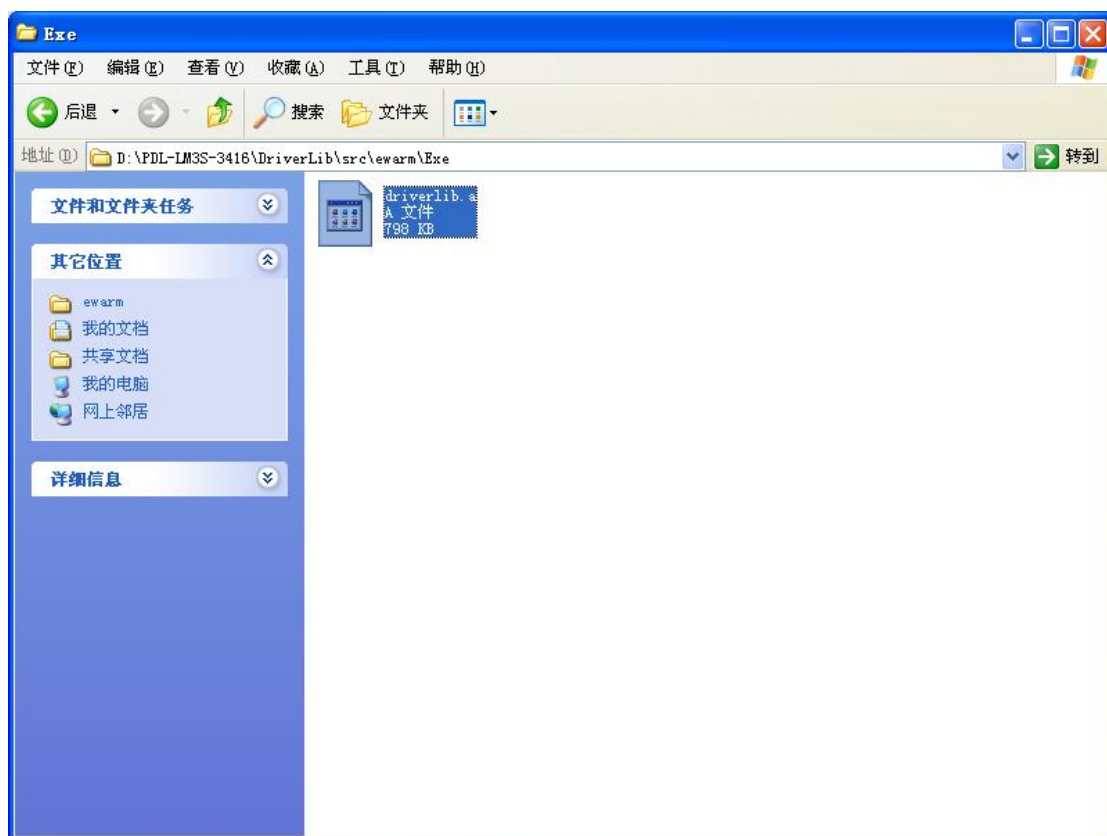

图 2.7 底层驱动函数库目录
1. 打开目录“D:\PDL-LM3S-3416\DriverLib\src\ewarm\Exe”如图 2.7 所示。